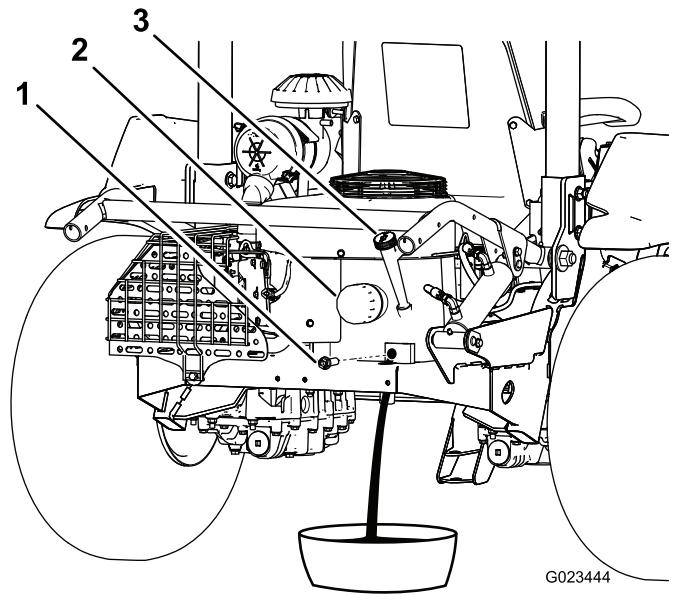

Bild 37
3. Entfernen Sie die Ablassschraube (Bild 37) und lassen das Öl in eine geeignete Auffangwanne ablaufen. Schrauben Sie die Ablassschraube wieder ein, nachdem das Öl abgelaufen ist.